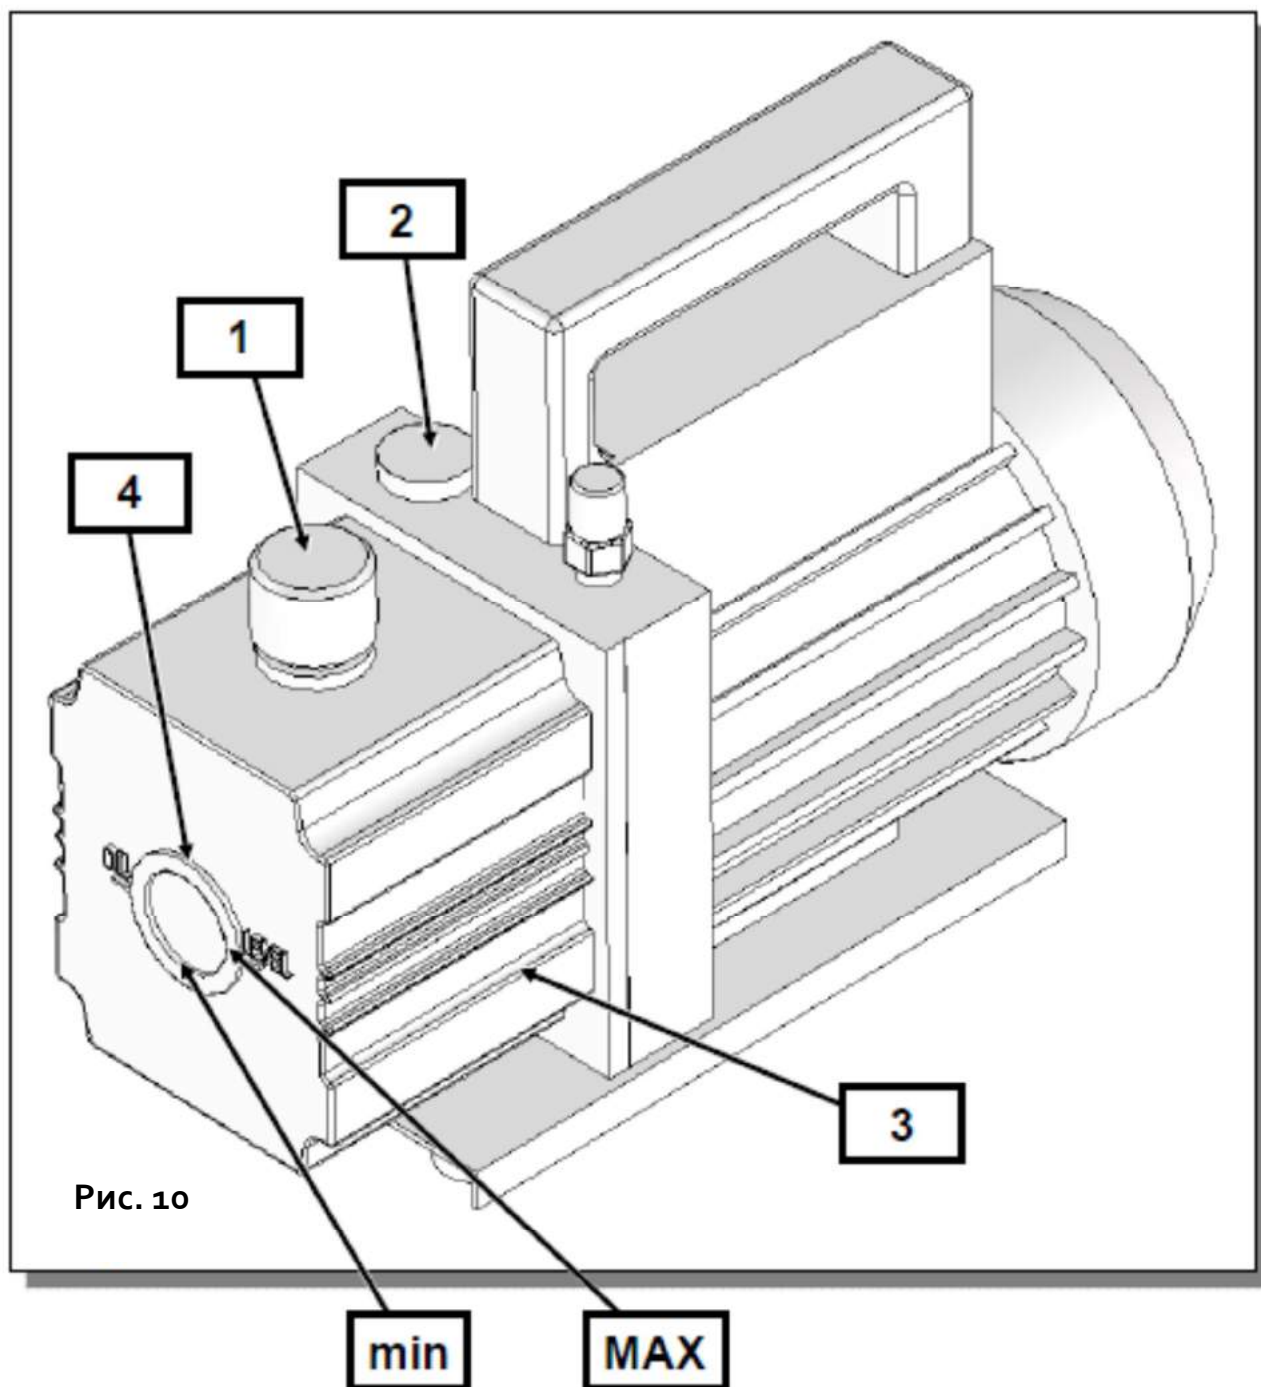

Рис. 10
Данная операция выполняется, когда уровень масла опускается ниже половины шкалы индикатора (4) (см. рис. 10). ПРИМЕЧАНИЕ: чтобы надлежащим образом проверить уровень масла, запустить насос минимум на 1 минуту (запустить процедуру нагнетания вакуума в шланге минимум 1 минуту), чтобы разжижить масло. Проверить уровень масла после остановки насоса. Чтобы долить масло, выполнить шаги, перечисленные ниже в заданном порядке. Отключить МАШИНУ от источника питания. Найти колпачок масленки (2) и полностью его выкрутить. Масло следует добавлять через наливное отверстие, в котором был установлен данный колпачок (2). Доливать масло небольшими порциями, дожидаясь, пока значение уровня масла не превысит до ½ см красную отметку индикатора (4). Установить колпачок масляного отверстия (2) и закрутить его.
- 2) Открутить крышку наливного отверстия 2 (см. рис. 10).